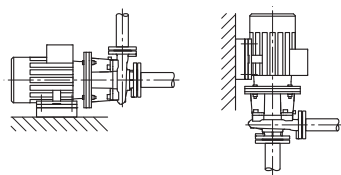

Fig. 41: Modelo BL:
- As bombas monobloco da série BL devem ser instaladas sobre fundações ou bases com dimensões suficientes (Fig. 41). Em caso de bombas do tipo BL, o motor deve ser suportado a partir de uma potência do motor de 18,5 kW, ver exemplos de montagem BL (Fig. 42).